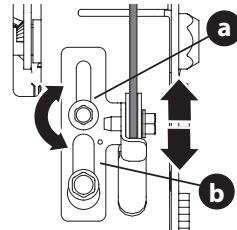

Figura 59
2. Afloje el tornillo hexagonal superior (a) de la ménsula del cable de la transmisión (b) (Figura 59).